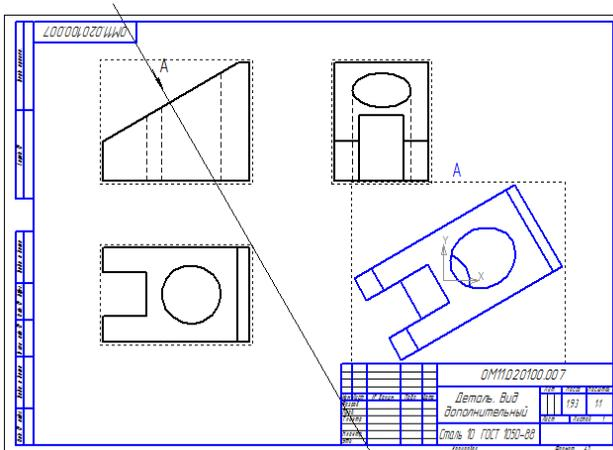

Рис. 9
**ную связь** , и зафиксировать изображение дополнительного вида на свободном месте чертежа (см. рис. 9).